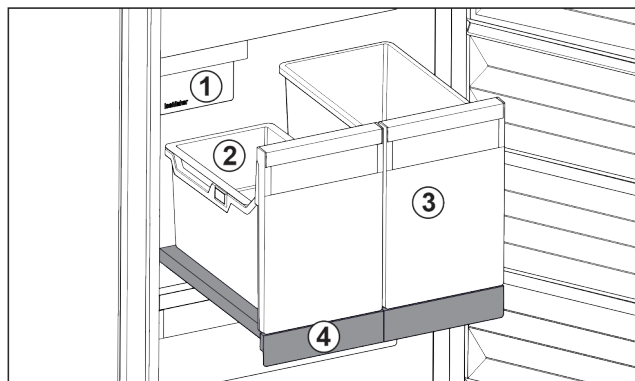

Fig. 98 Auszugsbord mit IceTower
Auf dem Auszugsbord sind zwei hohe Behälter (IceTower). Im Behälter Fig. 98 (2) werden Eiskwürfel aus dem IceMaker gesammelt und gelagert. Behälter Fig. 98 (3) eignet sich für die Lagerung von hohen Lebensmitteln wie Pizzen oder alkoholischen Getränken.